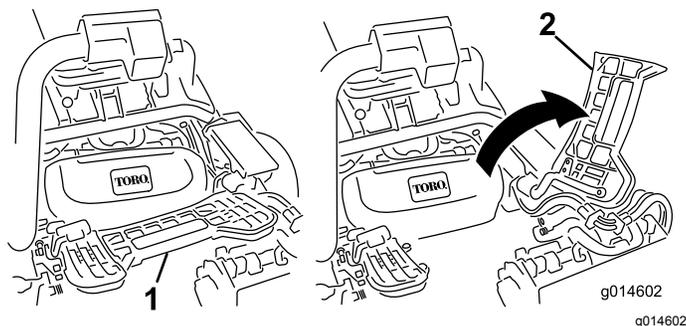

Bild 48
2. Heben Sie die Fußplattform an und schwenken sie in die geöffnete Stellung, um die Stellung der mittleren Schneideinheit zugänglich zu machen (Bild 48).